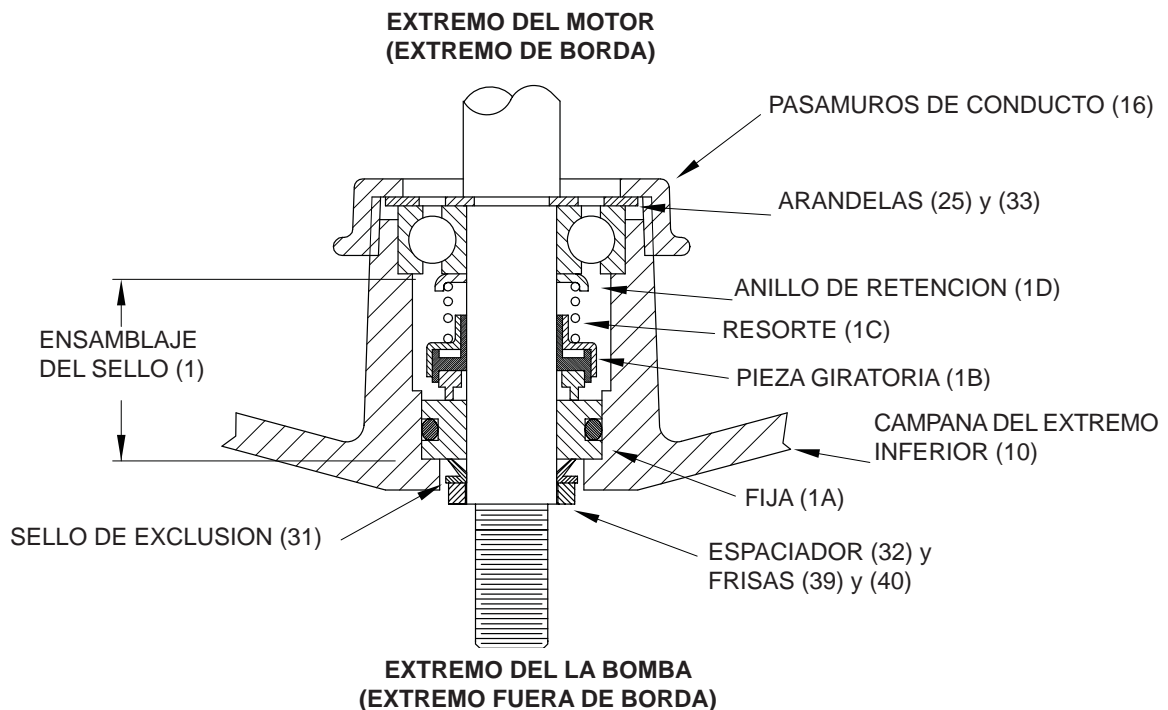

FIGURA 3
Sello - Retire la pieza giratoria (1a), el resorte (1c) y el anillo de retención (1d) del eje. (vea la Figura 3). Inspeccione todas las piezas del sello, especialmente las caras de contacto. Inspeccione el sello para ver si hay evidencia de desgaste como, por ejemplo, un patrón de desgaste irregular en las piezas fijas, desportilladuras y rasguños en cualquiera de las caras del sello. **NO** intercambie los componentes del sello, reemplace el sello del eje entero (1). Para reemplazar el sello, retire la pieza fija (1a) de la campana inferior (10) haciendo palanca con un destornillador de hoja plana.